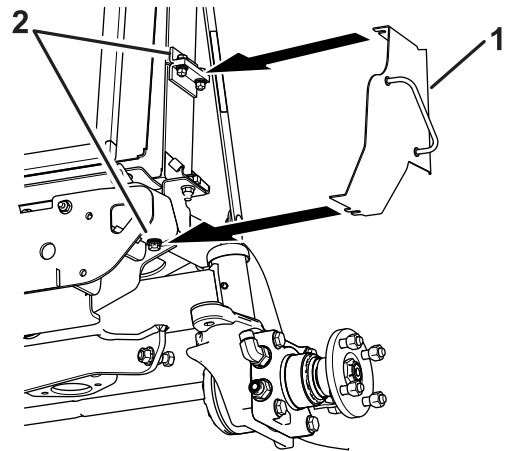

図 7
12. ラジエター側部にあるボルトをゆるめる 図 7。
の下にクーラシュラウドブラケットを入れる 図 7。